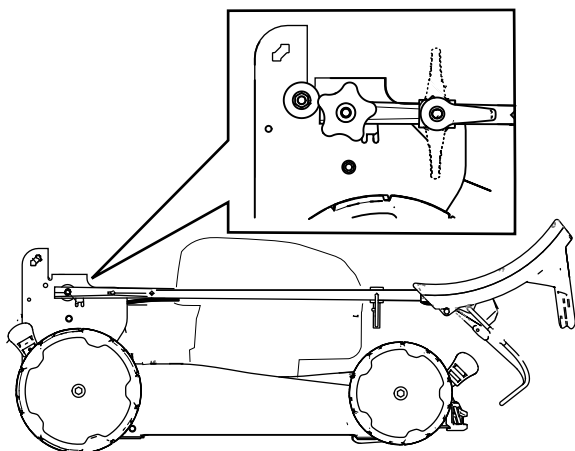

Figure 22
4. Rabattez le guidon complètement en avant, comme montré à la Figure 22.